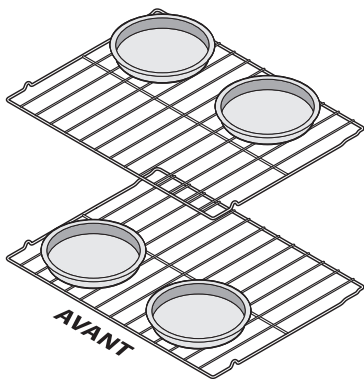

Figure 16 : Positionnement des plats de cuisson sur deux grilles
- Pour la cuisson sur deux grilles, voir à les placer en position Figure 16.